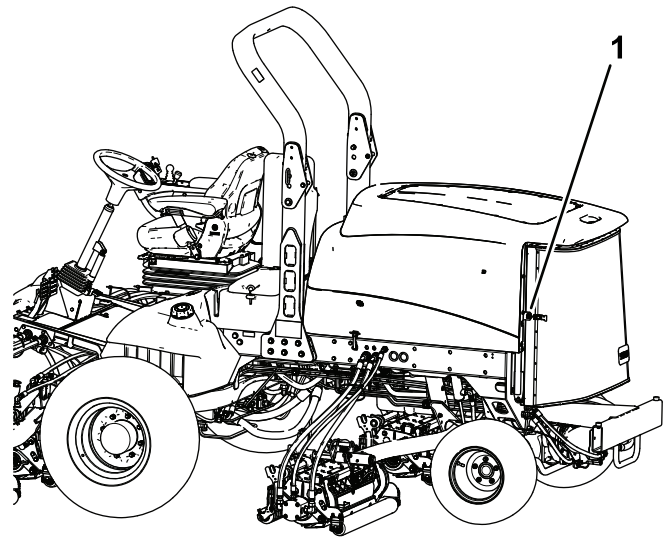

Figura 115
2. Sbloccate la griglia posteriore ed apritela (Figura 115).